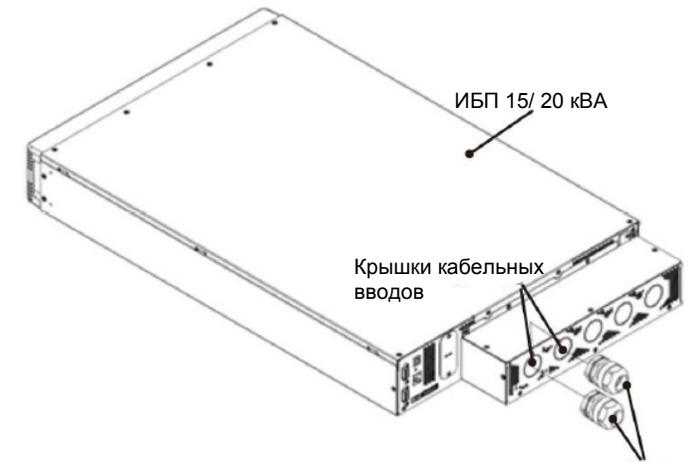

Рисунок 9
- 1) Снимите две крышки кабельных вводов на задней панели ИБП и установите на их место кабельные сальники (не входят в комплект поставки). См. **Рисунок 9**.